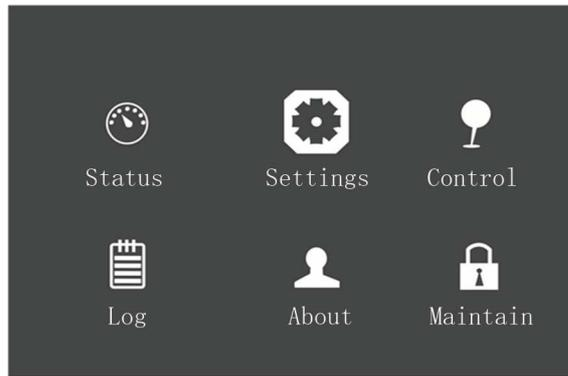

Figura 5-18 Pantalla de menú principal
1. Acceda a la pantalla del menú principal y pulse la tecla  o  para ubicar el cursor en la selección de "Ajustes", a continuación pulse la tecla  para confirmar. Véase la Figura 5-18.